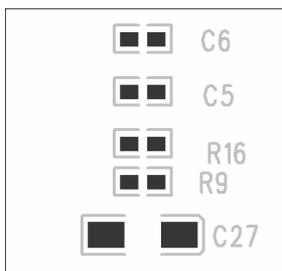

图 10-27 中轴线对齐效果
(2) 图标按钮 按下<Ctrl>键连续选择一组元器件后,单击此图标按钮,则元器件以中轴线对齐,对齐效果如图 10-27 所示。